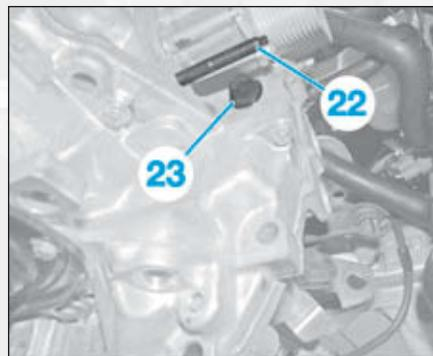

FIG.10
- le goujon (22) et la vis (23) (Fig.10).